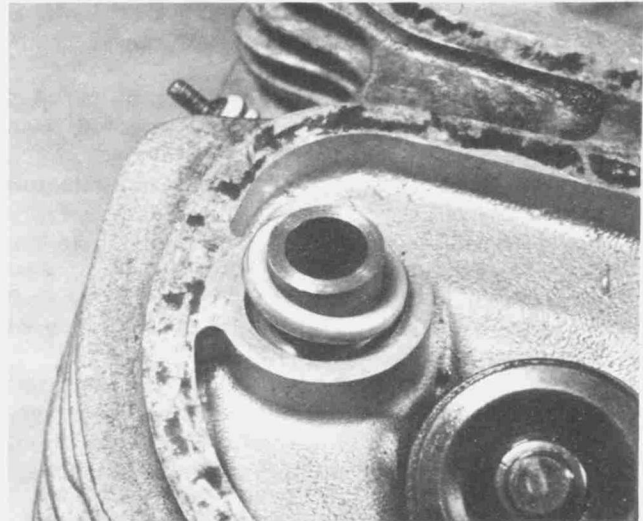

Bild 100
- Neue O-Ringe auf die Zylinder-Zugankerschrauben legen, wenn die alten zusammengedrückt oder beschädigt sind und danach die Abstandstücke auflegen (Bild 100).